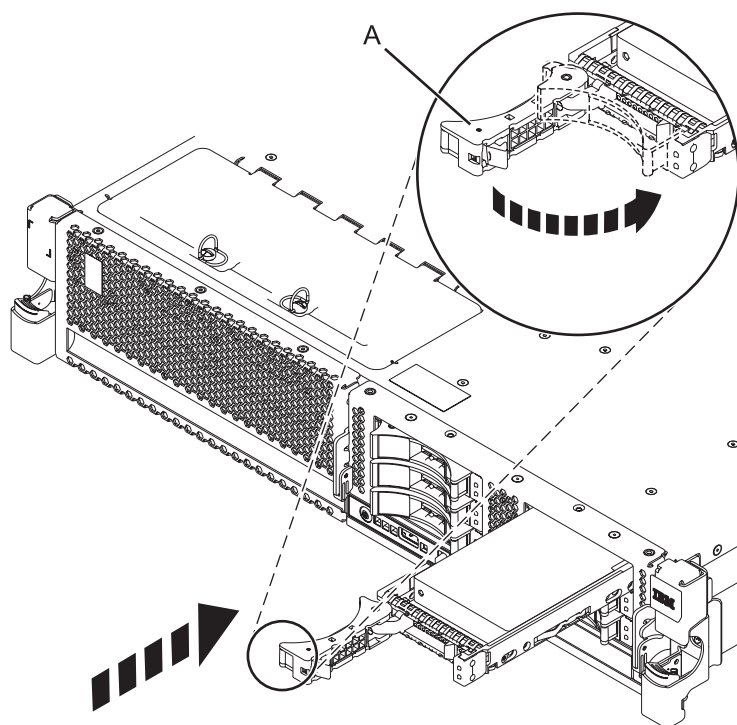

Figura 13. Instal•lació de la unitat de disc al sistema
7. Quan el LED d'identificació es torni sòlid, moveu la unitat fins al fons del sistema o de la unitat d'expansió i empenyeu la nansa de la unitat (A) fins que quedi encaixada, tal com es mostra a Figura 13.